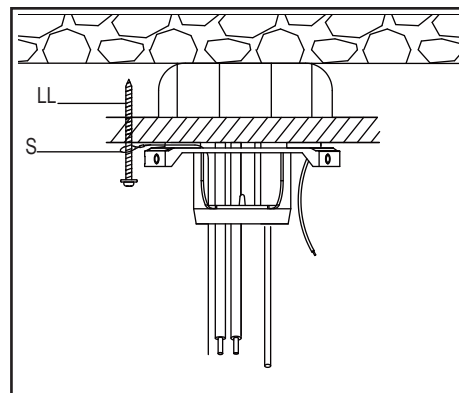

Figura 10
1. Enrosca el tornillo para madera (LL) (no incluido) en el cielo raso.
2. Coloca el extremo en bucle del cable de seguridad (S) sobre el tornillo para madera y asegúralo firmemente, o conecta el cable de seguridad directamente a la caja eléctrica. (Figura 10)